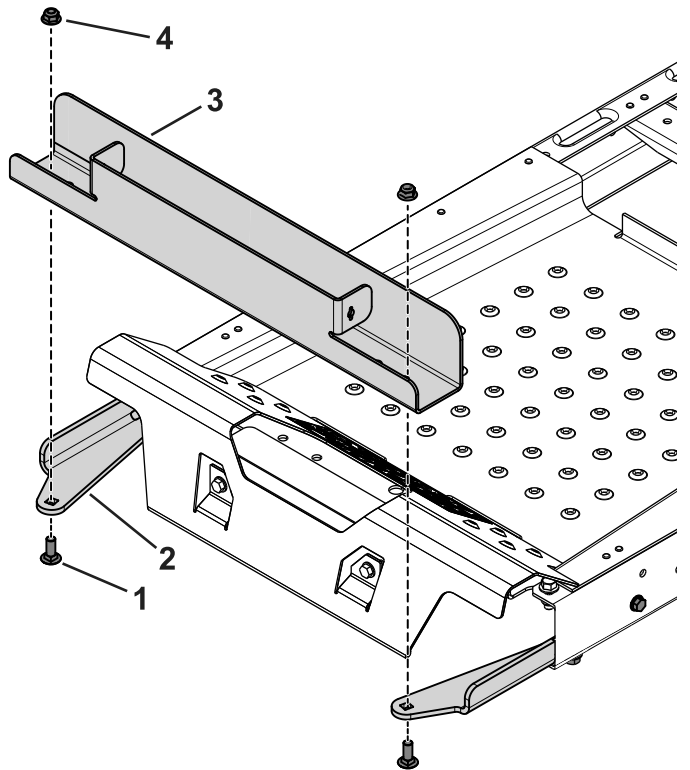

Figura 4
3. Utilice los 2 pernos de cuello cuadrado ($\frac{3}{8}$ " x 1") y tuercas con arandela prensada para sujetar la bandeja de pesos a los soportes (Figura 4).